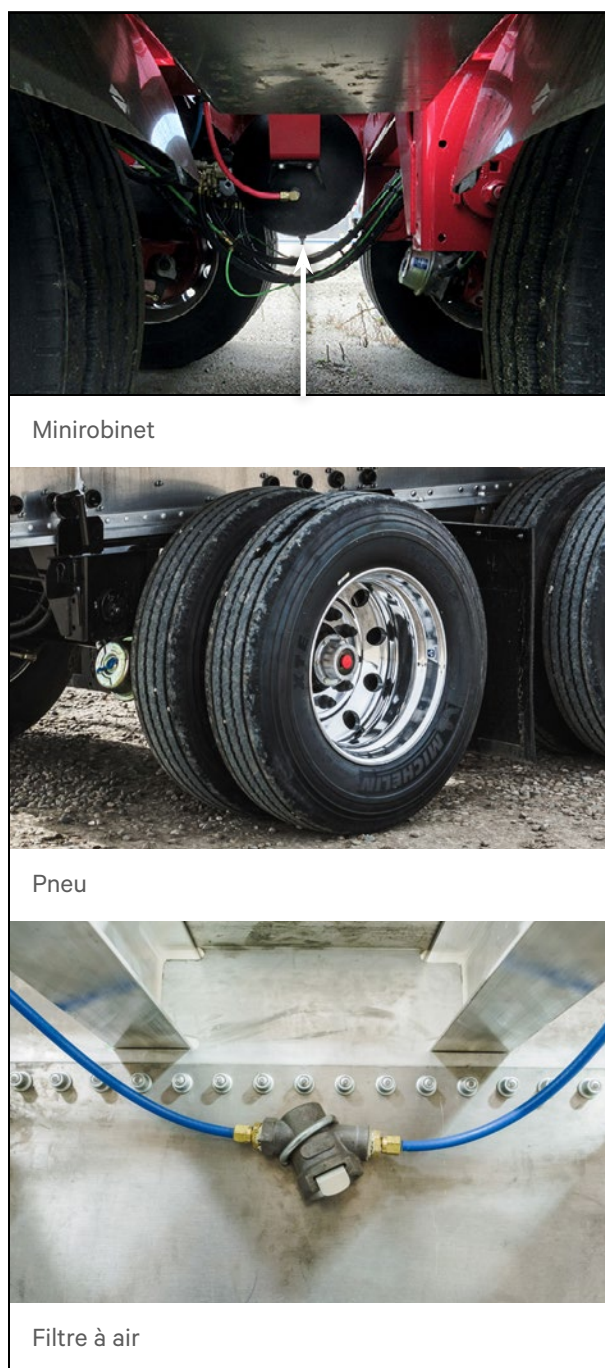

Figure 25 – Entretien (type)
3. La canalisation de frein pneumatique est dotée d'un filtre en ligne qui capte les débris. Ce filtre est situé sur la plaque d'attelage, du côté gauche. Référence : Figure 25. Retirer la cartouche filtrante. Ôter les débris avec de l'air comprimé ou laver la cartouche à l'eau et au savon doux. Ne pas remettre la cartouche dans le corps de filtre tant qu'elle n'est pas complètement sèche.